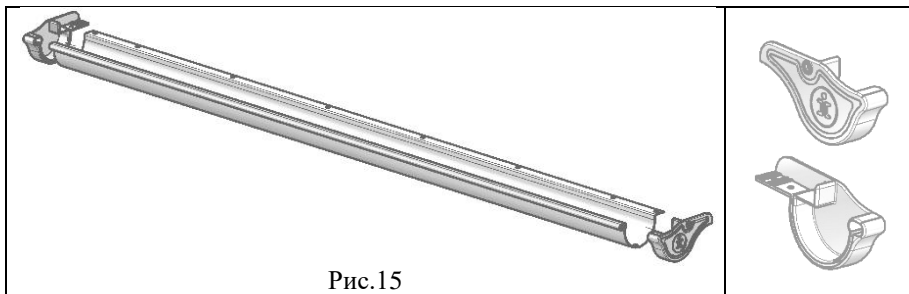

Рис.15
5.5.3 На сборку по п. 5.5.2 надеть накладку лотка правую (поз. 1, пакет №5), левую (поз. 2, пакет №5) из ДЭП.03, (см. рис. 15).